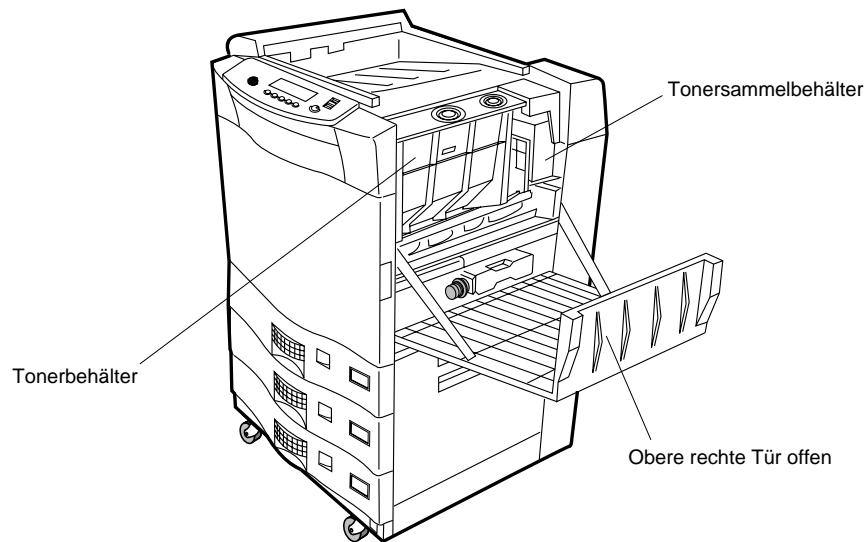

Abbildung 4-1 Öffnen der rechten oberen Tür
2. Öffnen Sie die obere rechte Tür (Abbildung 4-1), um Zugang zum Tonerbehälter und den Tonersammelbehälter zu erhalten.